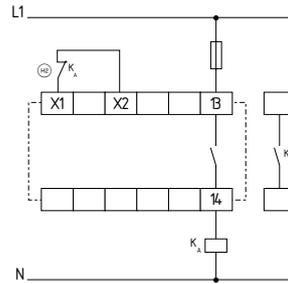

Abb. 11
**Einkanalige Ansteuerung mit Rückführkreis (siehe Abb. 11)**